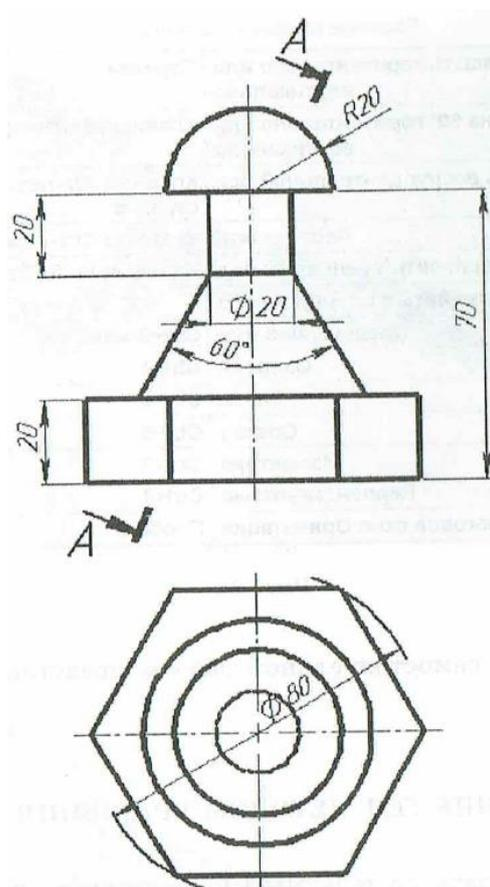

Рисунок 15
**Анализ модели.** Данная деталь состоит из нескольких поверхностей вращения: сферы, цилиндра, конуса и шестигранной призмы (рисунок 15).